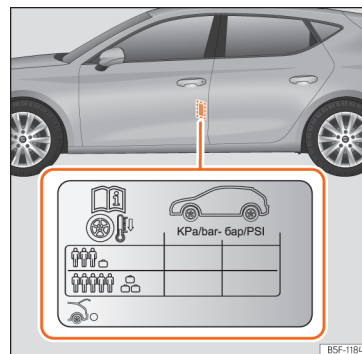

Abb. 234 Einbauort des Aufklebers für den Reifenfülldruck.
- Passen Sie bei größerer Zuladung den Reifendruck entsprechend an »» (Abb. 234).
Die Angaben zum Reifenfülldruck befinden sich auf dem Aufkleber an der Fahrertürsäule »» (Abb. 234).
fülldruck entsprechend dem auf dem Reifenfülldruck-Aufkleber angegebenen maximalen Wert erhöht werden »» (Abb. 234).
Füllen Sie bei einem minimierten Notrad (125/70 R16 oder 125/70 R18) auf einen Druck von 4,2 bar, gemäß Angabe auf dem Aufkleber mit den Reifendruckwerten »» (Abb. 234).
- Der Fahrer ist verantwortlich für den richtigen Reifenfülldruck an allen Reifen am Fahrzeug. Der empfohlene Reifenfülldruck befindet sich auf einem Aufkleber »» (Abb. 234).
- Immer den richtigen Reifenfülldruck am kalten Reifen einhalten, wie auf dem Aufkleber angegeben »» (Abb. 234).